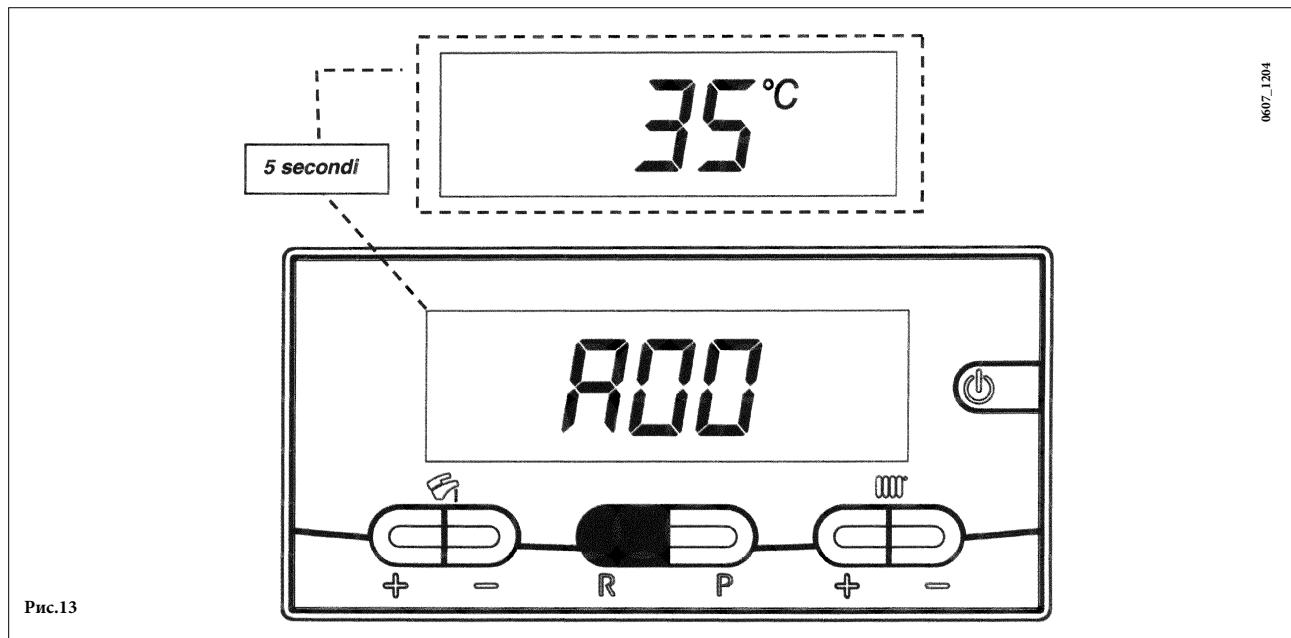

Рис.13
- Проверить динамическое входное давление газа (штуцер **Pa**, рис. 13). Номинальные давления: **20 мбар** для природного газа, **37 мбар** для пропана или **30 мбар** для бутана).